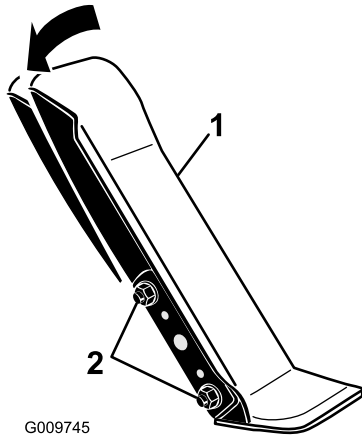

Figura 92
1. Afloje las dos tuercas y pernos que fijan el lado izquierdo del pedal de tracción al soporte (Figura 92).
2. Ajuste el pedal al ángulo deseado y apriete las tuercas (Figura 92).